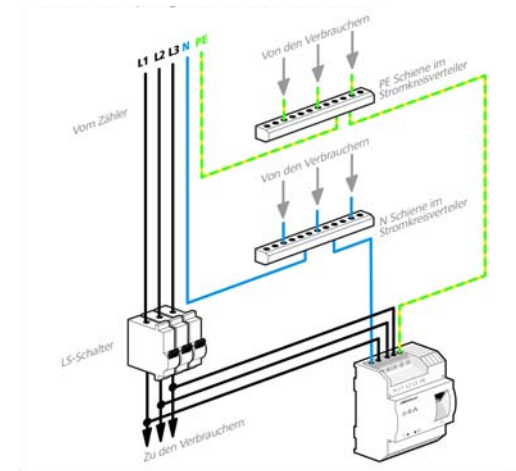

Abb. 5
- Dreiphasiger Anschluss: Neutralleiter und drei Außenleiter werden an die Klemmen N, L1, L2 und L3 angeschlossen. Die Spannungsversorgung des Gerätes erfolgt über die Klemmen N und L1. (siehe Abb. 5)